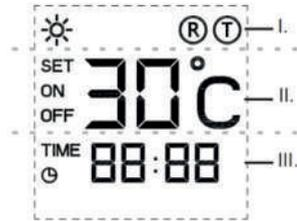

Figure 3
DESCRIPTION DE L'AFFICHAGE LED - FIGURE 3
- Pour activer la minuterie, appuyez sur le bouton de la minuterie (Figure 2, pos. 3) sur le panneau de commande. L'indication de la minuterie apparaîtra sur l'affichage dans la zone de la Figure 3, pos. III. Appuyez sur le bouton plus (Figure 2, pos. 5) ou sur le bouton moins (Figure 2, pos. 4) pour régler le temps de compte à rebours entre 1 heure et 24 heures. L'affichage montre le temps dans l'ordre décroissant lorsque l'appareil s'éteindra automatiquement.